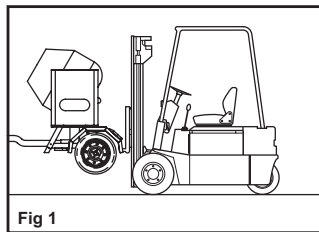

Fig 1
- Uglavno mjesto za vilice (Fig 3) se nalazi ispod glavnog okvira a služi za utovar mješalice pomoću viličara (Fig 1).